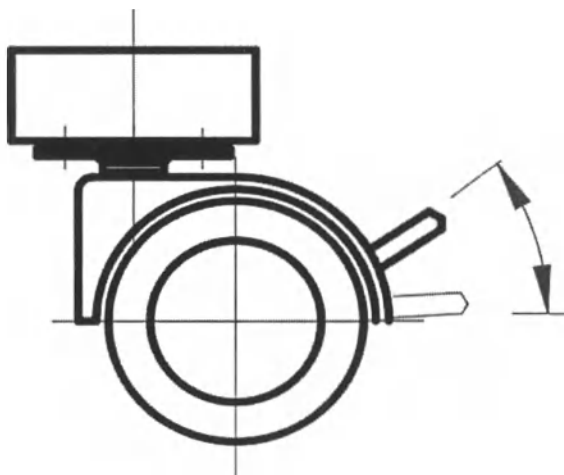

Рисунок 13
5.1.12. Приведение колес в режим стояночного (заторможенного) положения осуществляется переводом педали тормоза вниз (рис. 13).